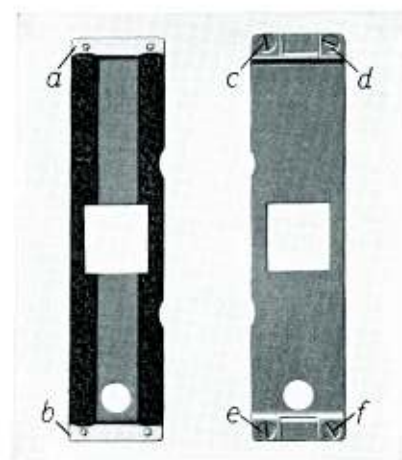

Bild 17. Einlage mit Samtkufen.
1. Senkschrauben (c, d, e, f in Bild 17) lösen.